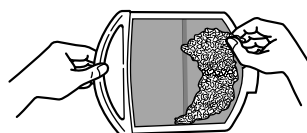

Fig. 06
- Limpá-lo desembaraçando-o da fina camada de pêlos que o cobre (fig. 06)